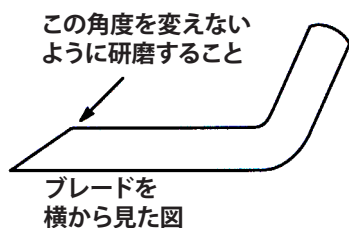

図32
3. 全部のブレードの切っ先を丁寧に点検する。切っ先が鈍くなっていたり欠けていたりした場合には研磨する。研磨は刃先の上面だけに行い、刃の元々の角度を変えないように十分注意する(図32)。ブレードの左右を均等に削れば、バランスを狂わすことなく研磨を行うことができる。